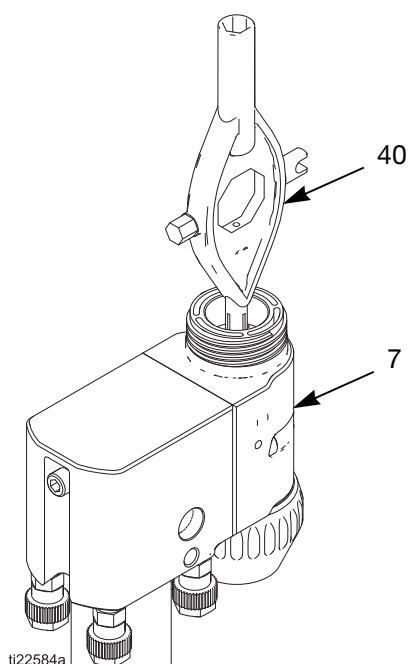

FIG. 31. Elektrodeudskiftning
3. Skru elektroden (4) af med multiværktøjet (40) fra forsiden af pistolhuset (7). FIG. 31.